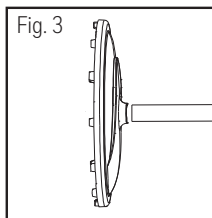

Fig. 3
2. Placez délicatement la base sur le côté. (Fig. 3)